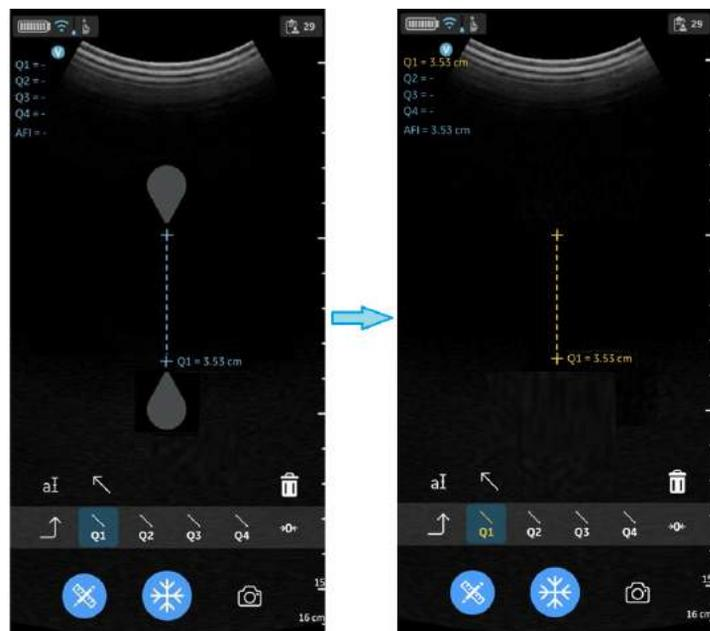

Abbildung 5-63. AFI am Messpunkt Q1
- Führen Sie eine Abstandsmessung durch. Das System zeigt den gemessenen Wert im Vergleich zum jeweiligen Quadrantenwert im Ergebnisfenster an, wie unten in Abbildung 5-63 dargestellt.